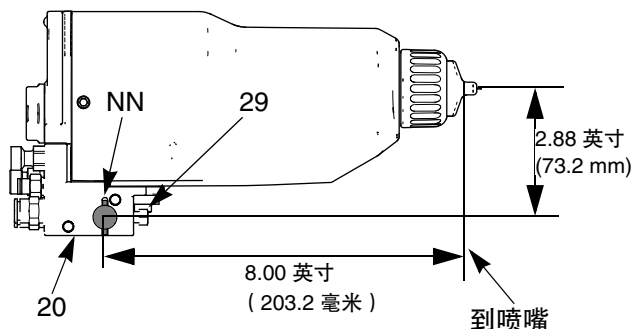

图 4.. 安装支架
1. 松开歧管上的两个固定螺钉 (29)，并将歧管 (20) 滑动到 1/2 英寸 (13 毫米) 的固定杆上。
为了提高定位准确性，将一个 1/8 英寸 (3 毫米) 的定位针插入支架槽 (NN) 中并通过杆洞。参见图 4 中的详图。